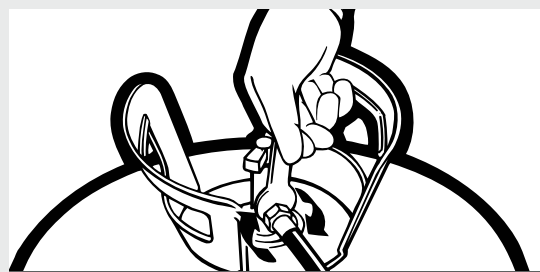

Figure 2.
- Appliquer une fine couche de gelée de pétrole sur la face intérieure du distributeur Insta-Flo^{MC}. Cette étape facilitera le nettoyage de la face du distributeur et prolongera la durée de vie utile du distributeur Insta-Flo^{MC}. (Voir figure 2.)